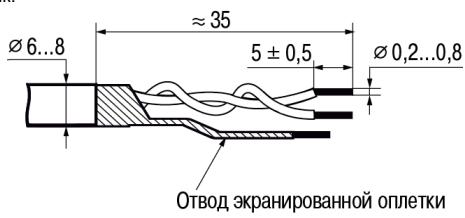

Рисунок 6.1 – Подготовка кабеля
**Подготовка кабеля к монтажу** (см. рисунок 6.1):